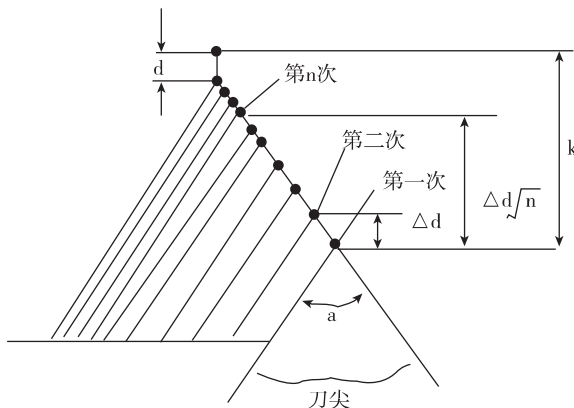

图 3-13 G76 螺纹加工
6. X (U) _ Z (W) _ : 螺纹切削的终点位置。
10. F (I): 螺纹的螺距, 同 G32。
11. G76 指令循环加工中, 刀具为单侧刃加工, 刀尖的负载可以减轻。另外, 第一次切入量为 Δd , 第 N 次为 $\Delta d \sqrt{n}$, 每次切削量是一定的。考虑各地址的符号, 有四种加工图形, 也可以加工内螺纹。在图 3-13 所示的螺纹切削中, 只有 C, D 间用 F 指令的进给速度, 其他为快速进给。在图 3-13 所示的循环中, 增量的符号如下: